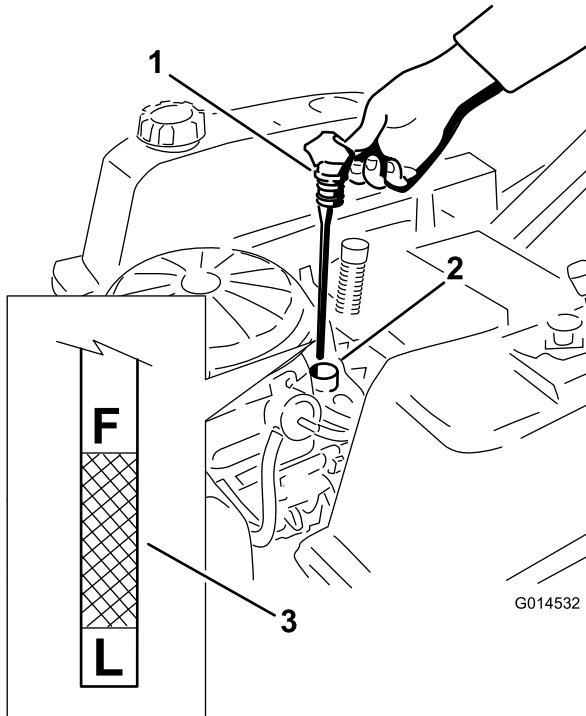
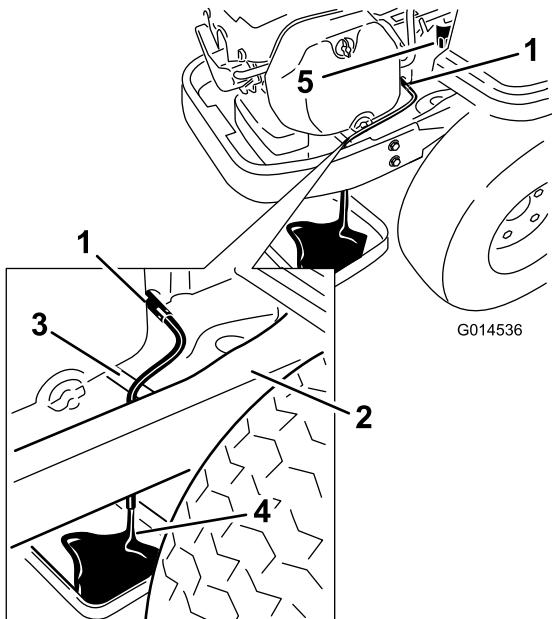

Figure 28
Figure 30
4. Enlevez le bouchon de remplissage/la jauge de niveau d'huile et essuyez-la sur un chiffon. Remettez la jauge en place en l'enfonçant au maximum (Figure 28).
| 5. Sortez de nouveau la jauge et vérifiez le niveau d'huile. (Figure 28). | |
6. Placez un bac de vidange sous la machine, juste sous le flexible de vidange, comme illustré à la Figure 30.
7. Tournez le robinet de vidange d'huile de $1/4$ de tour dans le sens antihoraire pour l'ouvrir et permettre à l'huile de s'écouler (Figure 30). Enlevez le bouchon de remplissage/la jauge (Figure 28).
9. Enlevez le filtre usagé et essuyez le socle de montage (Figure 30).
10. Fermez le robinet quand la vidange d'huile est terminée. Enlevez le flexible de vidange et essuyez les coulées d'huile sur le châssis (Figure 30).
14. Versez avec précaution environ 80% de la quantité d'huile spécifiée dans le goulot de remplissage (Figure 28)
15. Remettez fermement en place le bouchon de remplissage/la jauge d'huile (Figure 28).
16. Vérifiez le niveau d'huile (Figure 28) (voir Contrôle du niveau d'huile).
18. Remettez fermement en place le bouchon de remplissage/la jauge d'huile (Figure 28).